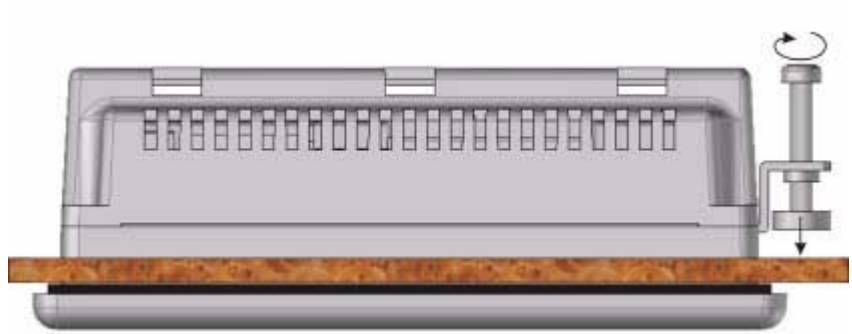

Figura 3.4: Fijación de la carcasa en el panel.
- 4 Inserte una abrazadera en una de las ranuras para abrazadera de montaje de la carcasa y apriete el tornillo ligeramente del modo mostrado en la Figura 3.4: Fijación de la carcasa en el panel..